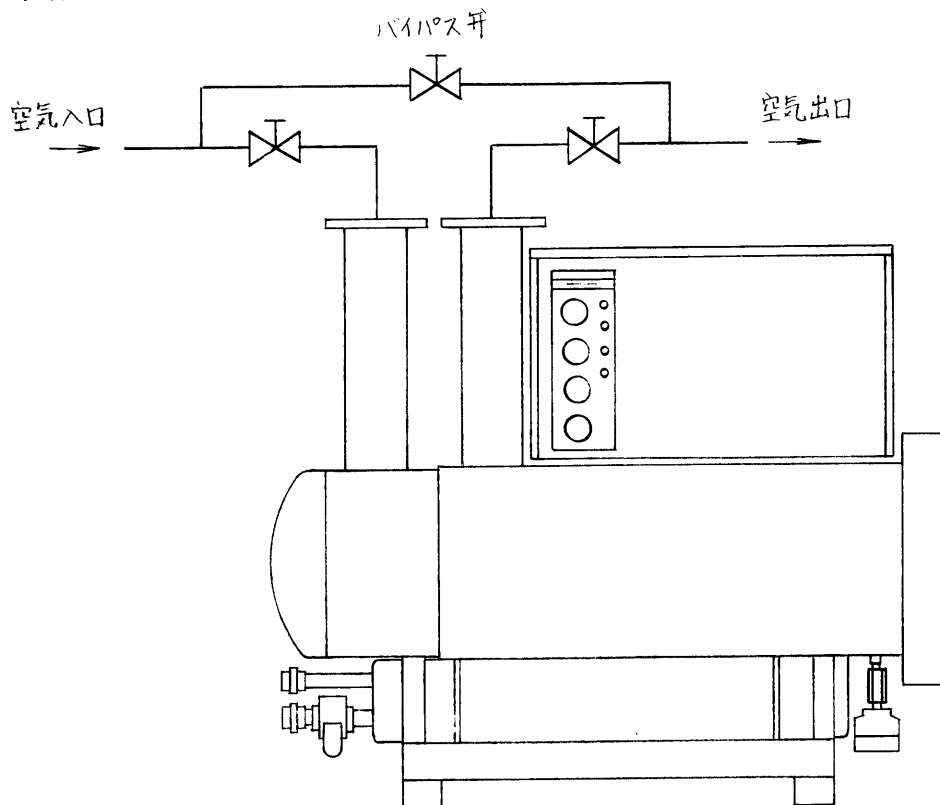

図 1
(3) 保守管理のためバイパス配管を必ず設けて下さい。(図1参照)